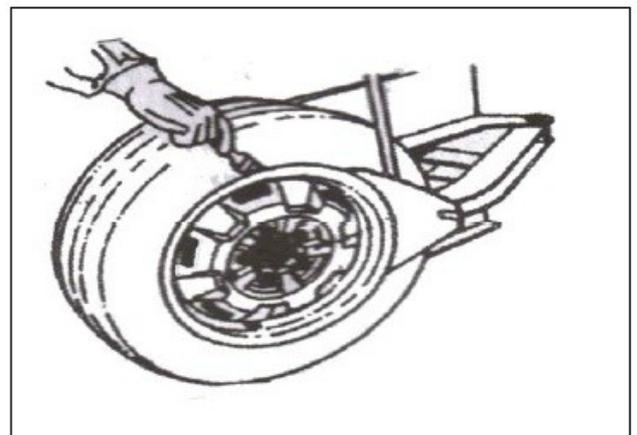

FIG 18
**4.1.2** Placer le pneu entre le sabot du détalonneur et la butée en caoutchouc puis appuyer le sabot sur le pneu. (fig18) Appuyer ensuite sur la pédale de droite pour détalonner le pneu de la jante.(fig2-10 ou 10.3). Répétez la même opération sur le pourtour du pneu pour rendre le pneu détalonné totalement le pneu de la jante. Placez la roue avec le pneu détalonné sur le plateau tournant, appuyez sur la pédale du milieu pour fixer la jante sur la table (fig2-9; 3-9). Vous pouvez la fixer soit par la bride extérieure soit par la bride intérieure selon les différentes jantes. Pour bien détacher le talon du pneu il est conseillé de graisser la partie entre le talon et la jante avec de la crème de montage.